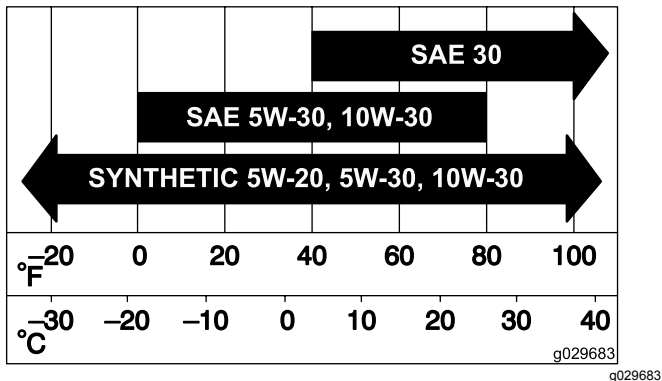

Figure 32
3. Ouvrez les dispositifs de verrouillage du filtre à air et détachez le couvercle du boîtier du filtre (Figure 32).
5. Sortez l'élément filtrant du boîtier du filtre avec précaution (Figure 32).
2. Introduisez le filtre dans son boîtier avec précaution (Figure 32).
3. Remettez en place et verrouillez le couvercle du filtre à air (Figure 32).